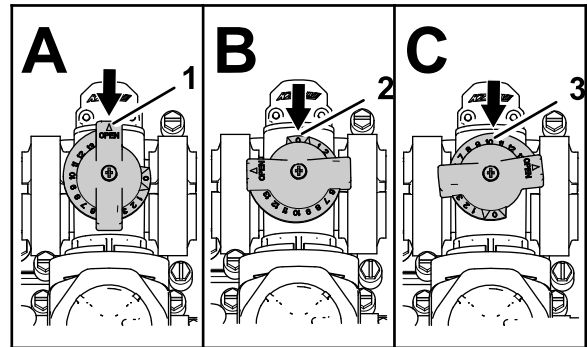

Figura 35
- La Figura 35, B, muestra la válvula de desvío de agitación en la posición de Cerrado (0).
- La válvula de desvío de agitación se encuentra en una posición Intermedia (relativa al manómetro del sistema de fumigación) como se muestra en la Figura 35, C.